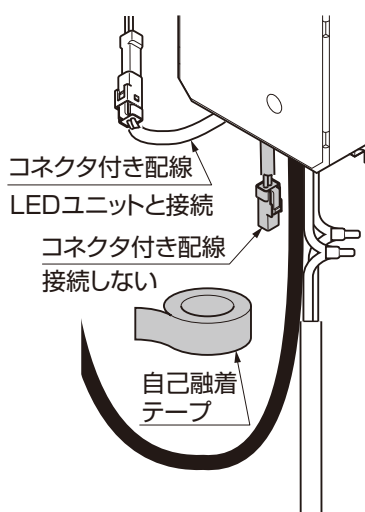

図1-2
- 配線接続部は圧着スリーブで確実にを行い、自己融着テープなどで防水テーピングを施してください。(図1-2参照)不完全な場合、絶縁不良による火災・感電の原因になります。